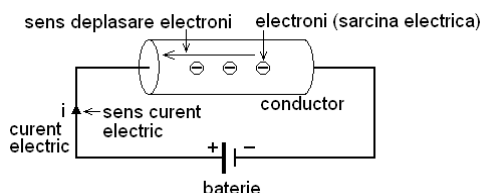

Figura 1. Apariția unui curent electric printr-un conductor.
a. Curentul electric: generarea unui curent electric necesită deplasarea ordonată a sarcini electrice prin intermediul unui material conductor. Deplasarea ordonată a sarcinii electrice implică existența unei **diferențe de potențial electric** între 2 puncte A și B ale conductorului respectiv. Diferența de potențial electric poate fi generată prin utilizarea unei surse de energie electrică, care, în Figura 1 este reprezentată printr-o baterie: